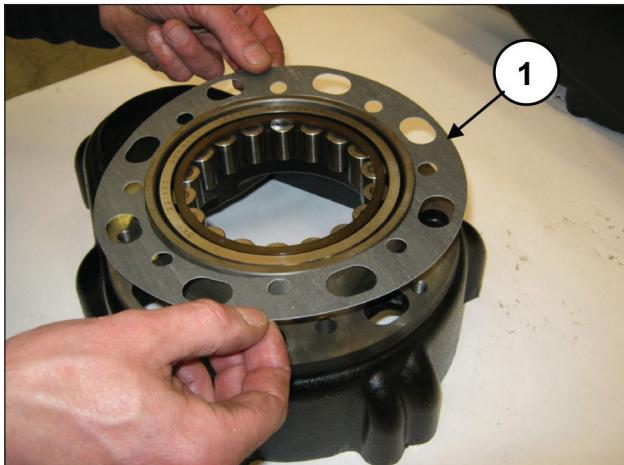
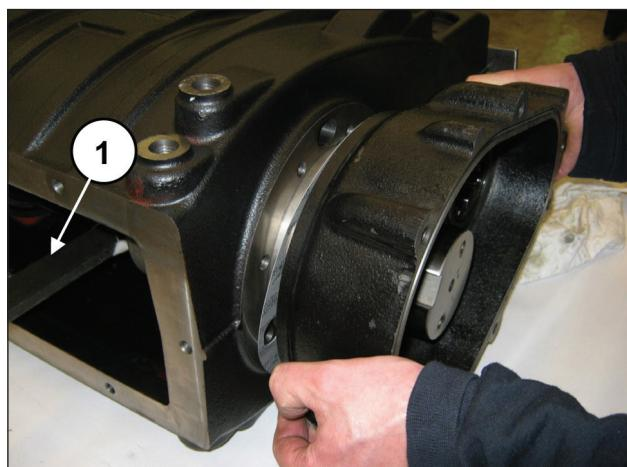

Abb. 63
Abb. 64
Setzen Sie auf der gegenüberliegenden Seite die seitliche Dichtung am Getriebegehäuse ein (Pos. ①, Abb. 63) und heben Sie die Kurbelwelle zum leichteren Anbringen des Deckels (Pos. ①, Abb. 64).